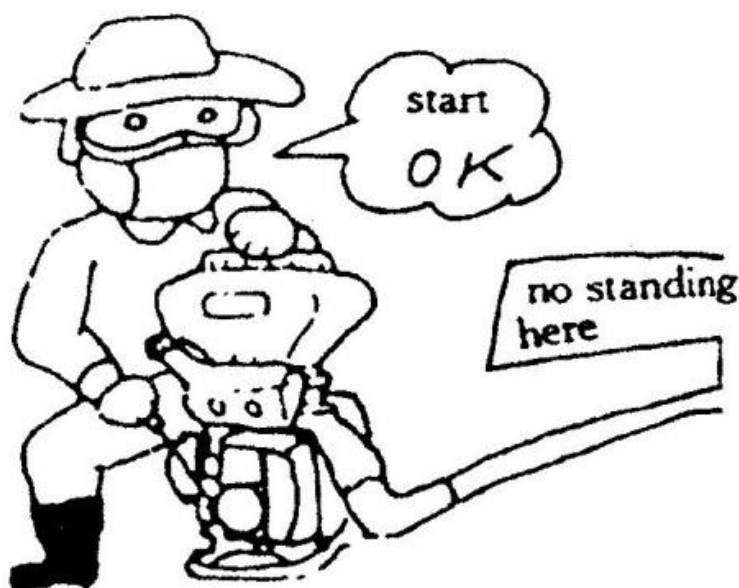

Fig. 14
### 5. Uruchamianie silnika (rys.14).
(1) Ustaw uchwyt urządzenia w możliwie jak najniższej pozycji przed uruchomieniem silnika, w innym wypadku chemikalia zostaną "wyrzucone" ze zbiornika przy starcie silnika.
(2) Nie wolno stać naprzeciw dyszy. Nawet jeśli dopływ proszku jest zamknięty, pozostałe resztki w rurze zostaną wydmuchane. Patrz rys.14 .